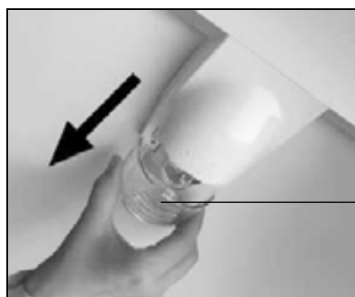

Рисунок 10
12.1 Для освещения ХК предусмотрен светильник с лампой накаливания (см. рисунок 10, 11) или светодиодный в зависимости от модели холодильника.